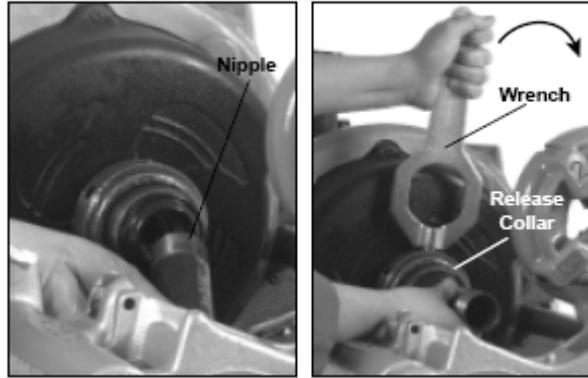

图 15 — 松开套丝短管
6. 关掉机器。将扳手上的针钥插入短管夹具上的几个孔口中的一个，松释分离环并旋转。最后取下套好的接头（见图 15）。